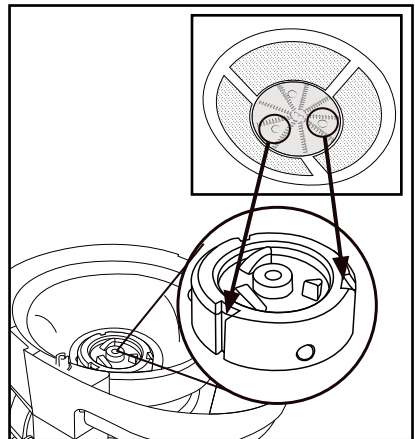

Abb. 2
- 3) Setzen Sie den Filter **4** auf die Antriebswelle **13**. Sie müssen den Filter **4** korrekt ausrichten, damit er in die passenden Aufnahmen an der Antriebswelle **13** (siehe Abb. 2) greift. Beachten Sie für die Ausrichtung die 3 runden Markierungen zwischen den Schneidmessern und die Führungsschienen/Aussparungen an der Antriebswelle **13** - diese müssen beim Einsetzen zueinander zeigen, sonst können Sie den Filter nicht aufsetzen. Der Filter **4** muss hörbar einrasten und fest sitzen, bevor Sie mit dem Zusammenbau fortfahren!